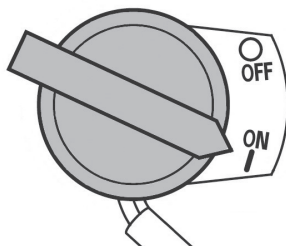

Рис. 25 Выключатель зажигания
6. Выключатель зажигания переведите в положение «ON» (Включено) (Рис. 25).
При возникновении аварийной ситуации, для экстренной остановки двигателя переведите выключатель зажигания двигателя в положение «OFF» (Выключено) (Рис. 25).
- Переведите выключатель зажигания в положение «OFF» (Выключено) (Рис. 25).